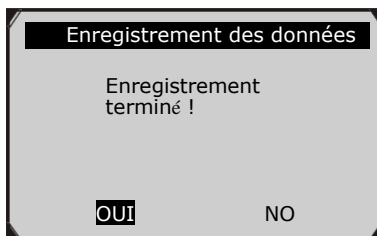

Figure 5.27
- 8) L'outil de diagnostic continue d'enregistrer les données PID jusqu'à ce que l'utilisateur appuie sur le bouton **ESC**, que l'emplacement mémoire sélectionné soit plein ou que l'enregistrement soit terminé. Un message invitant à lire les données s'affiche à l'écran. (Figure 5.27)